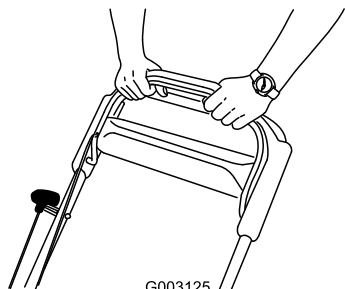

Figura 22
3. Sujete la barra de control de la cuchilla contra el manillar (Figura 22).